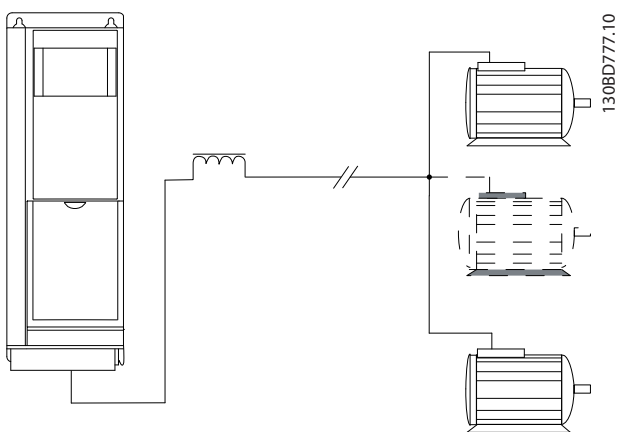
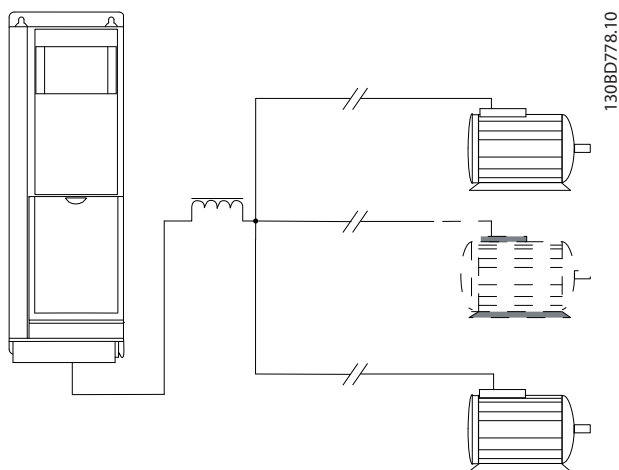

图 3.19 带负载的并行电缆
图 3.20 长并行电缆的 LC 过滤器
- 只要并联的每根电缆的长度不超过 10 米，表 3.4 中指定的电机电缆总长度即有效，请参阅图 3.19 和图 3.20。
- 考虑电机电缆两端的压降，请参阅图 3.20。
- 对于长并行电缆，使用 LC 滤波器，请参阅图 3.20。